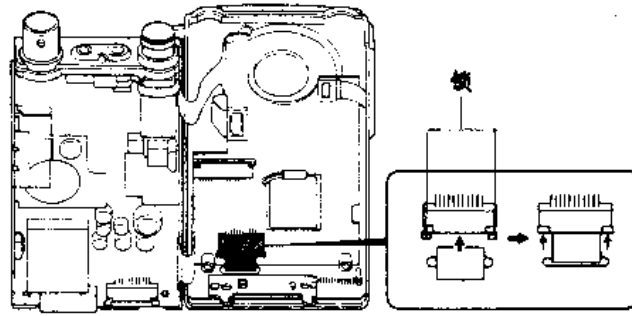

图 3-12
3. 如图 3-12 所示, 将 CKP412 的柔性 PC 板的顶部可靠地插入 C412 的插座内。再用一